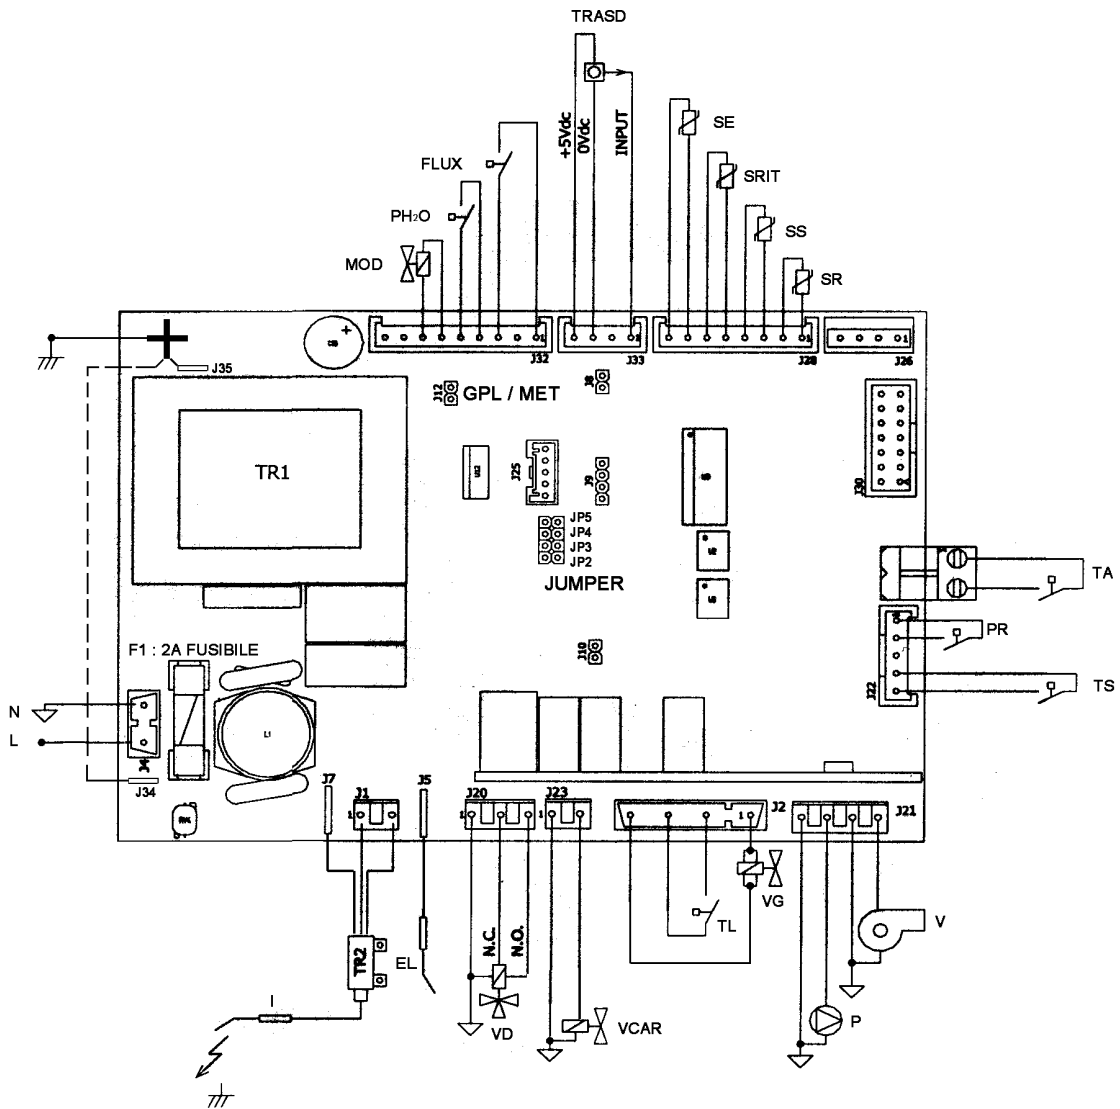
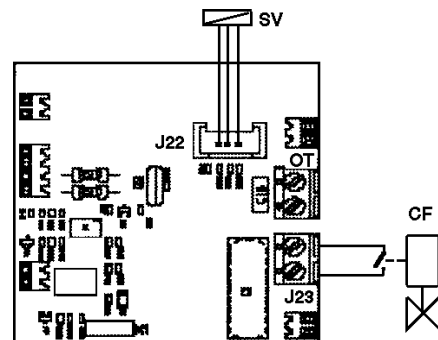

Figura 2-44
Figura 2-45
- i collegamenti elettrici sono illustrati nella Figura 2-44, Figura 2-45;